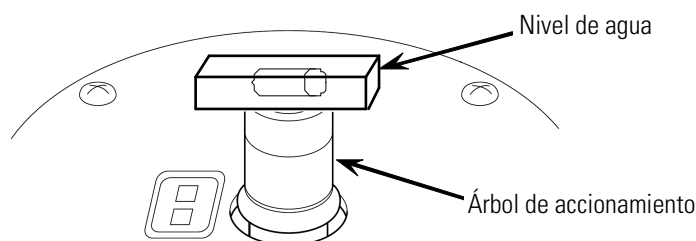

Figura 5-3. Apoyar el nivel de agua
(2) Encender la ultracentrífuga, abrir la tapa y volver a apagar el aparato. Si aun no se ha conectado la centrífuga, véase apartado “Medidas a tomar en Caso de un Fallo de Corriente”, retire el embellecedor frontal y abra la tapa de la centrífuga.
(3) Colocar el nivel de agua contenido en el suministro de la ultracentrífuga sobre el árbol motriz en la caldera y alinear seguidamente la ultracentrífuga con los cuatro tornillos de nivelación (Fig. (figura 5-3)).